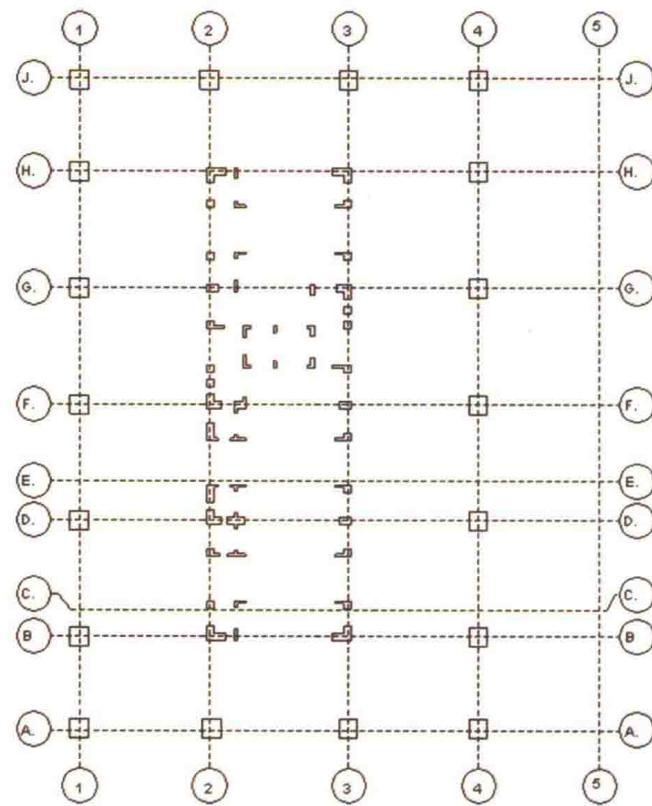

图 1-2-6
(1) 切换至 1F 楼层平面视图。单击【结构】选项卡【柱】工具,进入【修改|放置结构柱】上下文选项卡。确认结构柱创建方式为【垂直】,不勾选选项栏【放置后旋转】选项,设置结构柱生成方式为【高度】,设置结构柱到达标高为“2F”。
(2) 确认当前结构柱类型为 1.2.1 节中创建的“ 600×600 ”。移动光标,分别捕捉至①轴线和Ⓐ、①轴线交点位置,单击放置 2 根 $600\text{mm} \times 600\text{mm}$ 结构柱。按【Esc】键两次结束【结构柱】命令。再用移动工具将柱子偏移到图 1-2-6 所示的位置。
(3) 选择第(2)步中创建的 2 根结构柱。自动切换到【修改|柱】上下文选项卡。单击【修改】面板中的【复制】工具,勾选选项栏【约束】选项,同时勾选选项栏【多个】选项,捕捉①轴线任意一点单击作为复制的基点,水平向右移动鼠标,捕捉到①轴线、Ⓐ轴线交点位置将会出现结构柱的预览图形,单击鼠标左键完成复制,按【Esc】键两次退出复制工具。再用移动工具将柱子偏移到图 1-2-6 所示的位置。